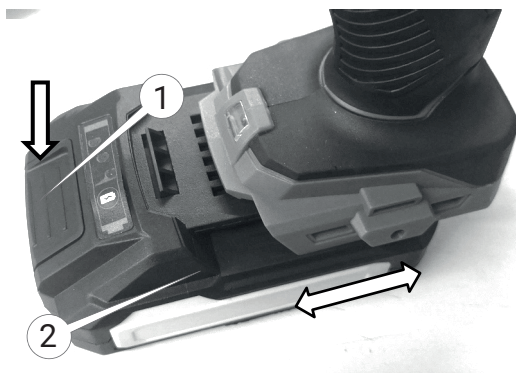

Рисунок 4. Схема під'єднання та від'єднання акумуляторної батареї.
3. Виконати під'єднання батареї, як зображено на рисунку 4: поєднати виступи на батареї (2, рис. 4) із пазами на корпусі виробу (9, рис. 1) та із невеликим зусиллям посунути її до появи характерного звуку фіксації батареї на своєму робочому місці у виробі. Не рекомендовано докладати надмірних зусиль під час під'єднання акумуляторної батареї. Якщо акумуляторна батарея під'єднується із зусиллям, то це означає, що дії зі встановлення виконуються неправильно, або в пази корпусу потрапив сторонній предмет, наприклад, стружка.
4. Для від'єднання акумуляторної батареї натиснути на кнопку на передній частині акумуляторної батареї (1, рис. 4) та вийняти її з корпусу виробу.